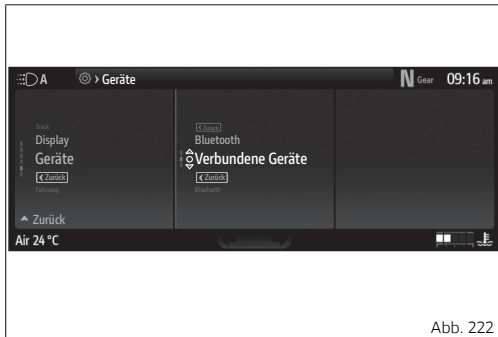

Abb. 222
- Die Angabe „Verbundene Geräte“ (Abb. 222 S.266) markieren, dann die Taste ○ drücken.